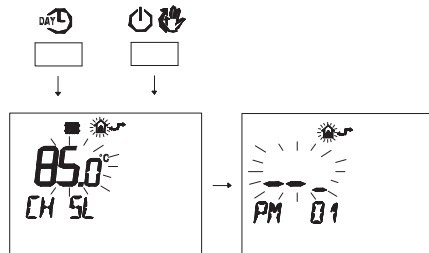

Figura 5.66
- Premere contemporaneamente i pulsanti **DAY** e **Ⓟ** per entrare nella programmazione trasparente (Figura 5.66).